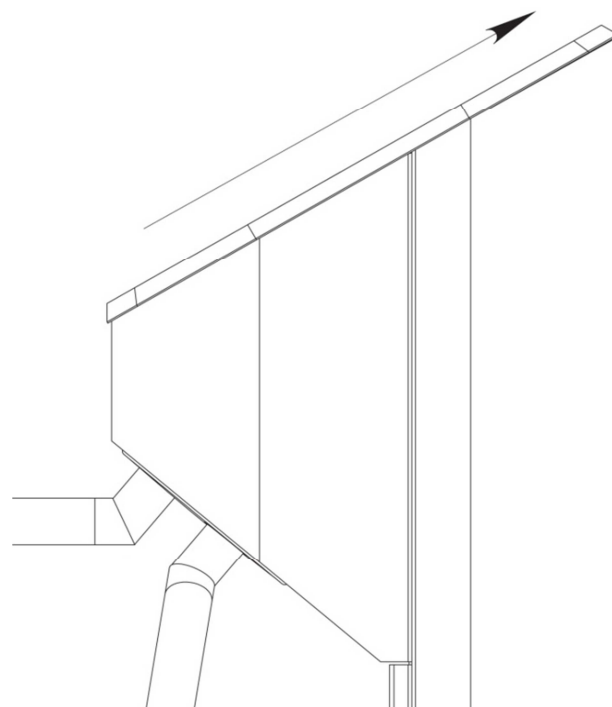

Рис. 4
- сдвиньте панель индикации в направлении, указанном на рис. 4, и поднимите ее вверх;